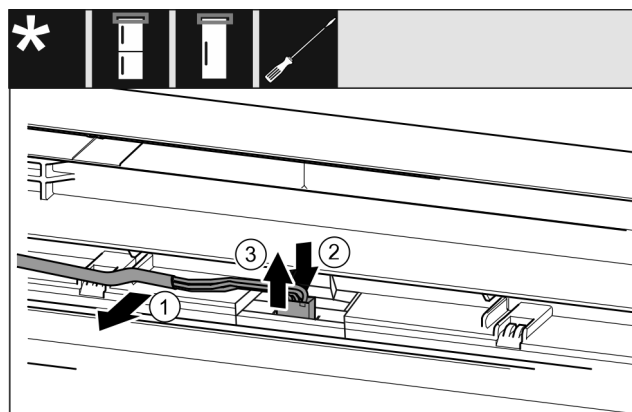

Fig. 21 制冷/冷冻组合/冰柜/冰箱
- ▶ 将电缆 Fig. 21 (1)小心地从门内的导向装置上松开。*
- ▶ 向后按住插头后方的接片 Fig. 21 (2)。*
- ▶ 小心地向上拉出插头 Fig. 21 (3)。*